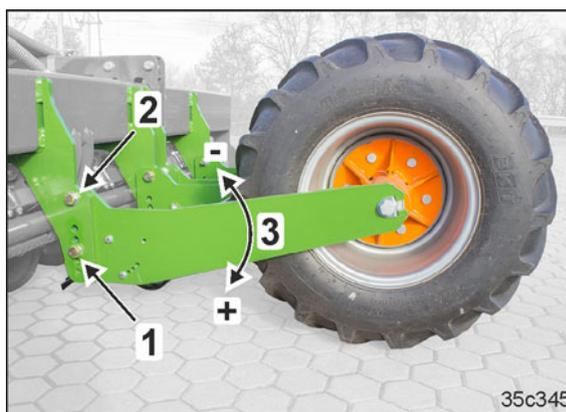

Fig. 204
1. Desserrer les écrous du haut (Fig. 204/2)
Soutenir la tige de la roue de jauge avant de retirer les vis (Fig. 204/2) !
2. Desserrer les écrous du bas, retirer les vis (Fig. 204/1)
Position des vis d'arrêt (F 204/1)	Hauteur [mm] (Fig. 204/3)
4. Bloquer la tige de la roue de jauge avec les vis (Fig. 204/1) et serrer les écrous
5. Serrer les écrous du haut (Fig. 204/2)